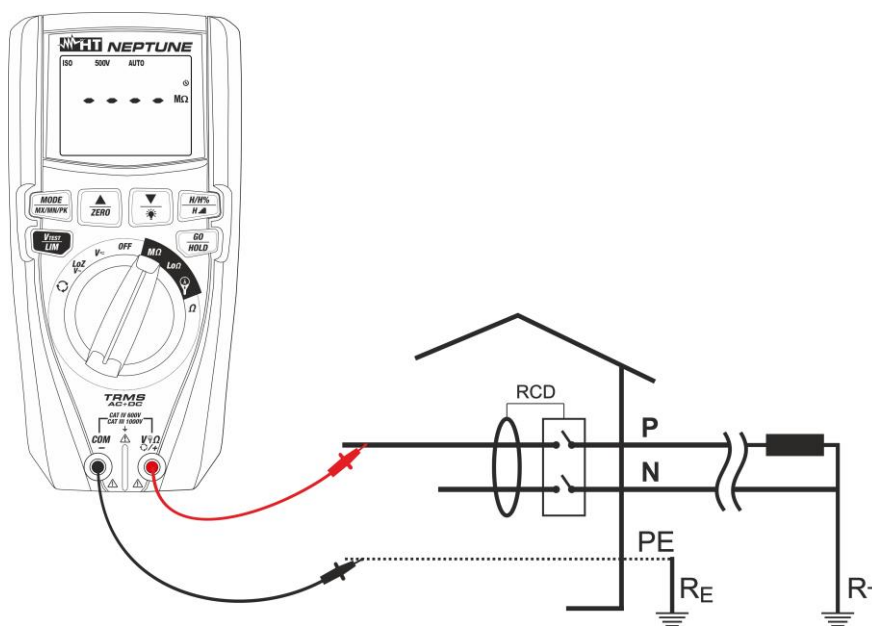

Fig. 15: Uso dello strumento per misura resistenza di isolamento in modo AUTO
7. Inserire il conduttore rosso nel terminale di ingresso **VΩ☉/+** e il conduttore nero nel terminale di ingresso **COM/-** ed eventuali terminali a coccodrillo e collegare lo strumento all'impianto in esame (vedere Fig. 15)